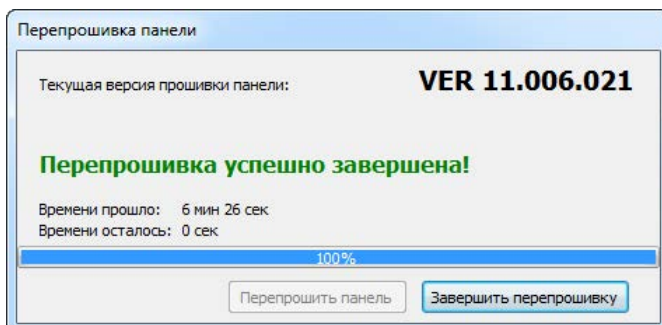

Рисунок 19. Завершение обновления ФПО
- Дождаться окончания процесса обновления и нажать кнопку «Завершить перепрошивку» (см. рис. 19).